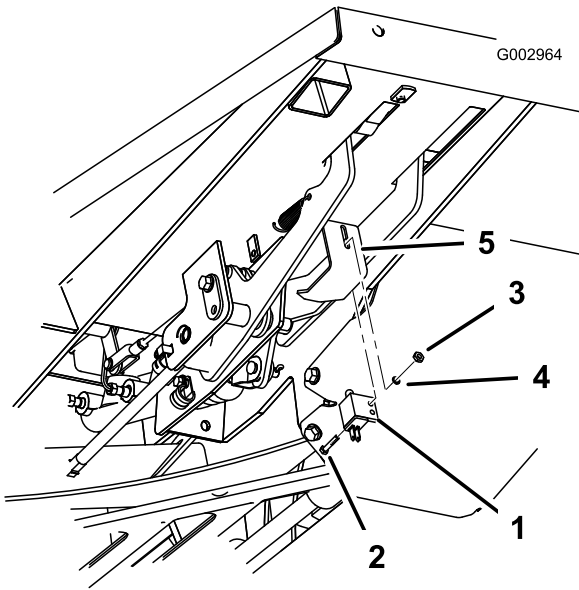

図 9
1. ブレーキスイッチをブレーキレバーに取り付ける；ボルト (5/16 x 5/8 inch)、ロックワッシャ、ナット (5/16 インチ)を使用する (図 9)。